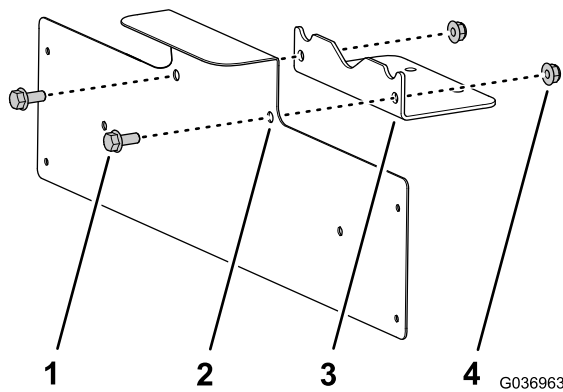

Figura 15
1. Monte o suporte da placa de matrícula no suporte com os dois parafusos de cabeça flangeada (5/16 x 3/4 pol.) e duas porcas flangeadas (5/16 pol.) como se mostra na Figura 15.